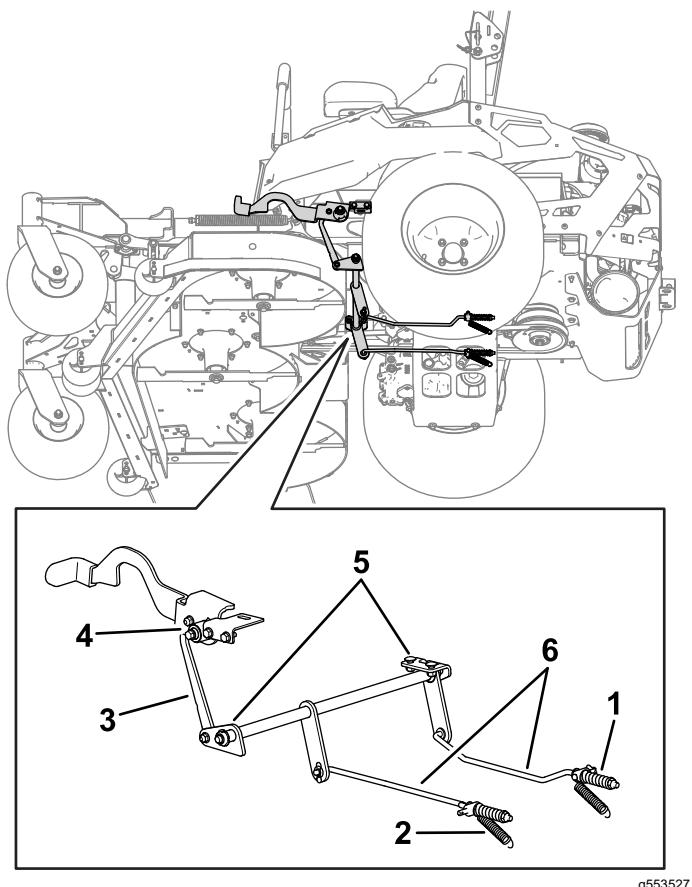

Figure 75
7. Si un réglage est nécessaire, desserrez le frein de stationnement : Vérifiez l'usure de tous les composants de la timonerie du frein de stationnement. Remplacez tout composant usé (Figure 75) et répétez l'opération 6.